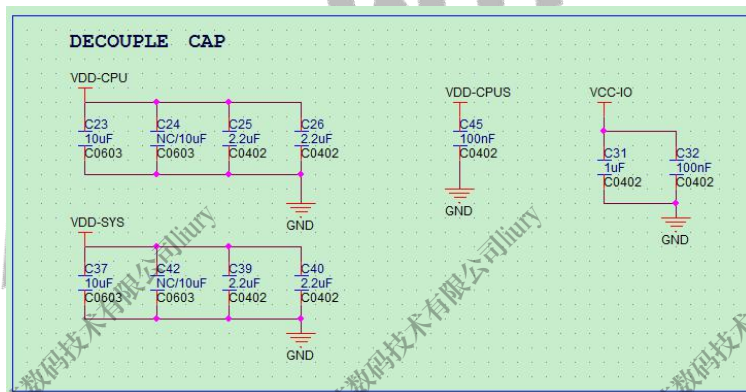

图 2-15 SOC 滤波电容
- SOC 部分的滤波电容不能删减, 需严格按照标案原理图设计, 否则会影响系统的稳定性, 如图 2-15。